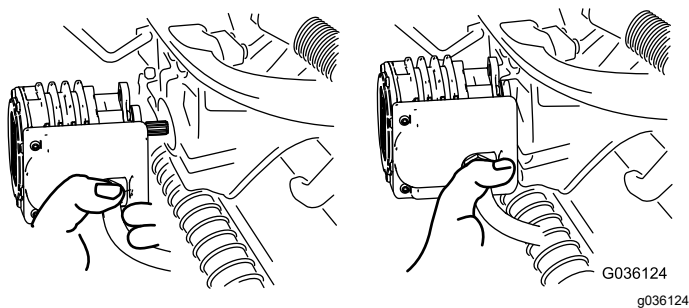

Figura 55
- Mueva el motor al lugar de almacenamiento en la parte delantera del brazo de suspensión (Figura 55).